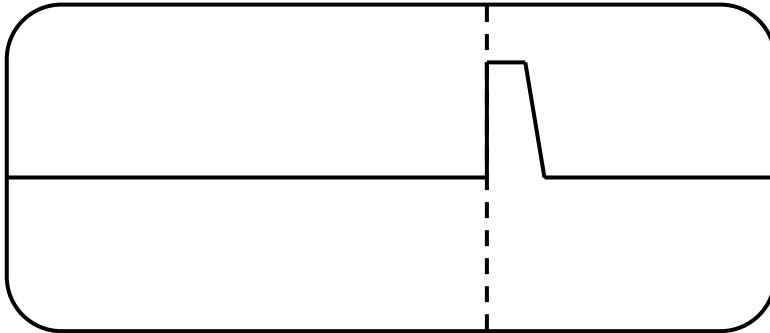

Figura .2
- (1) Aperturas son causadas cuando uno o varios conductores son desconectados o rotos. La imagen es de pulso de polaridad ascendente como en la figura 2.
- (2) Fundas/vainas abiertas ocurren por una rotura en la funda del cable. Para localizar esos fallos, conectar los terminales de línea a la vaina/funda y a tantos conductores de cable como sea posible para reducir el descontrol en la pantalla. Este fallo produce un fallo de pulso cuya amplitud depende de la resistencia de la rotura.